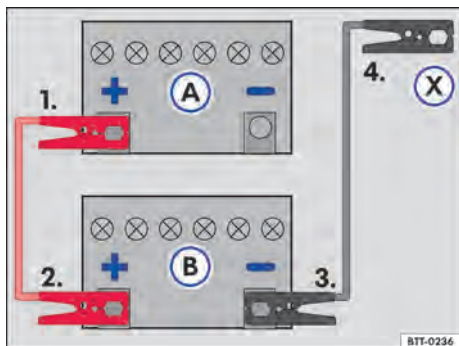

Fig. 142 Esquema para a conexão dos cabos auxiliares de partida: bateria do veículo descarregada (A) e bateria do veículo fornecedora de corrente (B).
Legenda para → Fig. 142:
Conectar o cabo auxiliar de partida somente na sequência 1 – 2 – 3 – 4 → Fig. 142.
- Conectar uma extremidade do cabo auxiliar de partida *vermelho* ao polo positivo (+) do veículo com a bateria do veículo descarregada → Fig. 142 ① → ▲.
- Conectar a outra extremidade do cabo auxiliar de partida *vermelho* ao polo positivo (+) do veículo fornecedor de corrente ②.
- Conectar uma extremidade do cabo auxiliar de partida *preto* ao polo negativo da bateria do veículo fornecedor de corrente ③.
- Conectar a outra extremidade do cabo auxiliar de partida *preto* (X) no veículo com a bateria do veículo descarregada em uma peça maciça de metal aparafusada firmemente ao bloco do motor ou no próprio bloco do motor – porém não nas proximidades da bateria ④ → ▲.